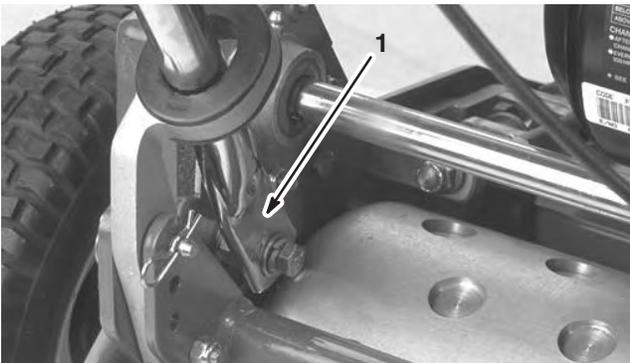

Bild 2
5. Drücken Sie die Griffenden nach innen und bauen Sie sie in die Befestigungsstifte ein (Bild 2).
6. Befestigen Sie die Griffenden mit den vorher entfernten Kopfschrauben, den Unterlegscheiben und den Sicherheitsscheiben an den Befestigungsstiften (Bild 2).
7. Befestigen Sie die untere Seite der Griffarme an jeder Seite am Rasenmäher. Verwenden Sie die vorher abgenommenen Kopfschrauben und Sicherungsmuttern (Bild 2). Vergessen Sie nicht, die Büchsen in den Befestigungslöchern für den Griffarm einzubauen.
8. Befestigen Sie die Griffarme hinten am Rahmen. Verwenden Sie die vorher ausgebauten Splints und Ringstifte (Bild 2).